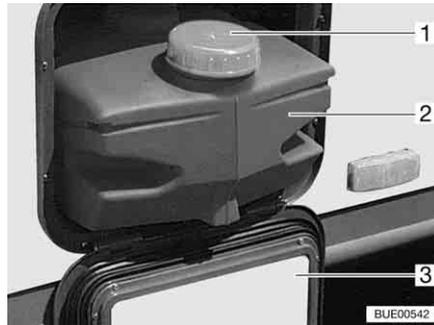

Bild 145 Wassertank 22 l
Bei Transport den Wassertank mit dem Verschlussdeckel (Bild 145,1) verschließen.
- Serviceklappe (Bild 145,3) öffnen (siehe Kapitel 6).
- Wassertank (Bild 145,2) herausziehen.
- Wassertank (Bild 145,2) herausziehen und entleeren.